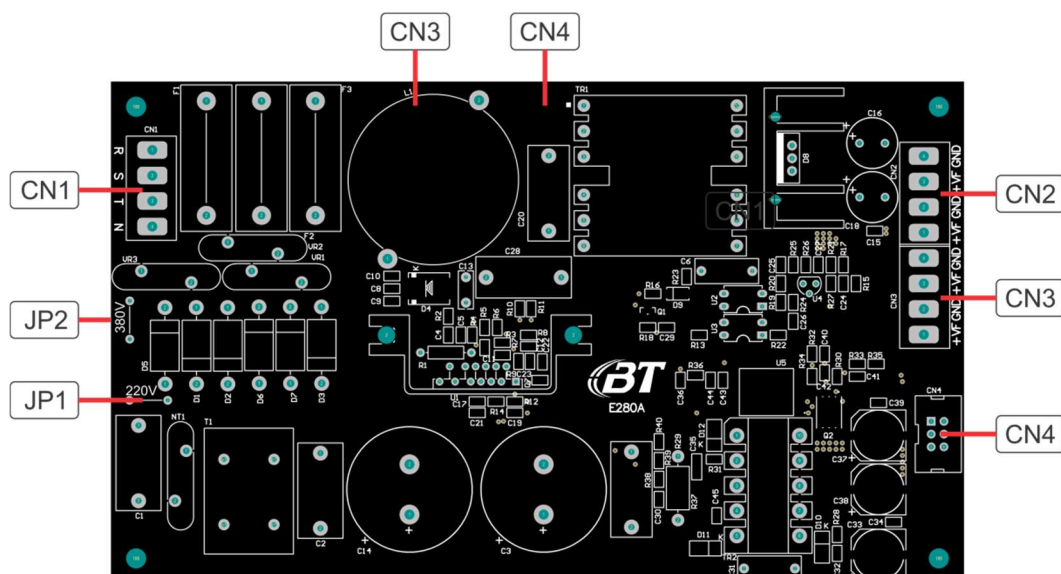

Figura 41: PCI E280A
4.5.2 Conversor AC/DC, E280A, Figura 41.
A figura 41 mostra a placa E280A com os seus acessos e ajustes.